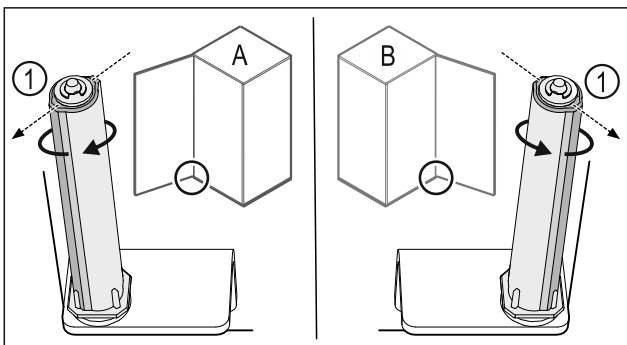

Fig. 40 Feste på venstre side (A) / feste på høyre side (B)
- Dreii lukkesystemet mot motstanden til rillen på lukkesystemet Fig. 40 (1) peker utover.